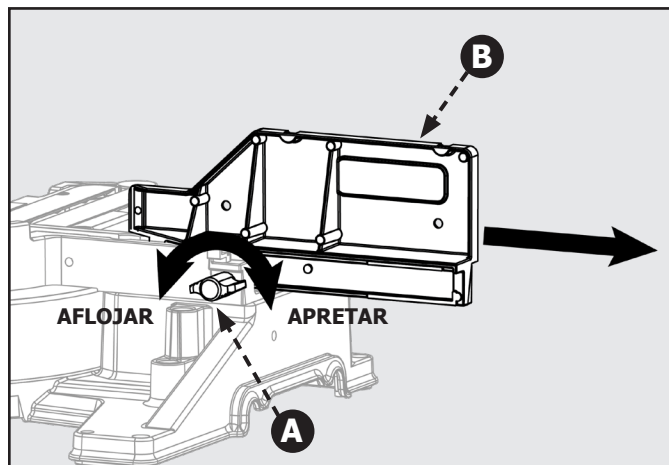

Figura 27
1. Afloje la perilla de bloqueo de guía tope (A). Deslice la guía tope superior (ajustable) (B) completamente fuera de su guía y colóquela en la parte lateral. Consulte la Figura 27.